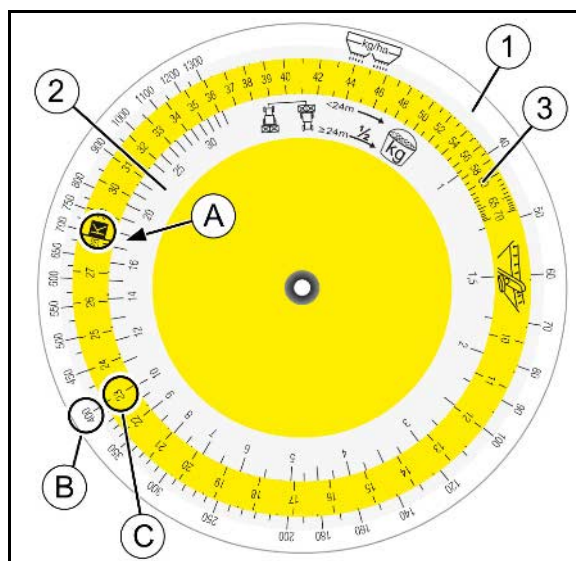

Fig. 70
Pe scala (Fig. 70/2) pentru cantitatea colectată [kg], căutați valoarea numerică **17,5 (A)** și suprapuneți cu poziția **K (B)** a scalei colorate (Fig. 70/3).
8. Căutați cantitatea pentru împrăștiere dorită, de (400 kg/ha) (C) pe scala pentru cantitatea pentru împrăștiere (Fig. 70/1) și citiți poziția necesară a vanelor glisante (poziție) **23 (D)**.